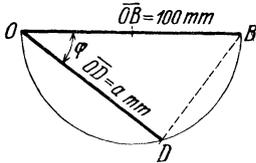

Abb. 118. Konstruktion einer Winkelgröße aus $\cos \varphi$
1. $\cos \varphi = a$ (a dm Wert aus der Tabelle), beschreibe mit 0,5 dm (50 mm) Radius einen Halbkreis über $\overline{OB} = 1$ dm (100 mm) und trage von O aus $\overline{OD} = a$ dm als Sehne ein (Abb. 118), dann ist $\sphericalangle DOB = \varphi$: denn in dem rechtwinkligen $\triangle ODB$ ist $\cos \varphi = \frac{\overline{OD}}{\overline{OB}} = \frac{a \text{ dm}}{1 \text{ dm}}$, oder